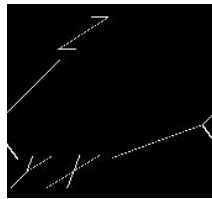

图 1.1
**说明**：整体坐标系在 ADINA 中已经默认存在，如图 1.1 所示，不需要用户自行定义，也不能改动，其坐标系的名称代号为 0。